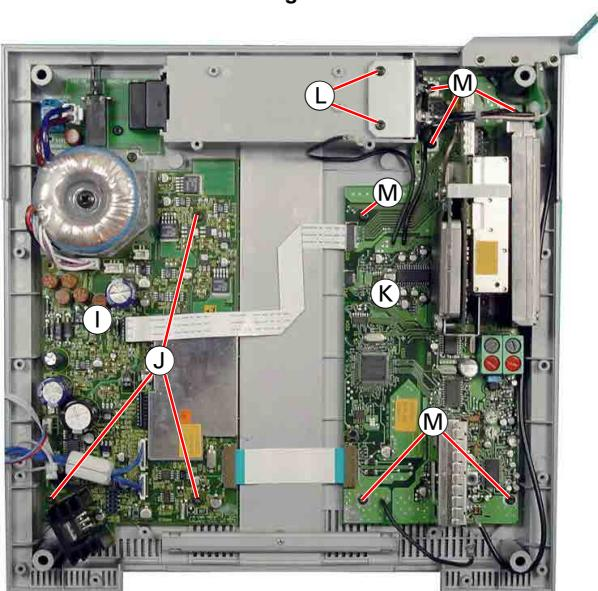

Fig. 3
- 3 Schrauben **(J)** (Fig. 3) herausschrauben.
- Undo 3 screws **(J)** (Fig. 3).
- 2 Schrauben L und 6 Schrauben M (Fig. 3) herausschrauben.
- Undo 2 screws L and 6 screws M (Fig. 3).